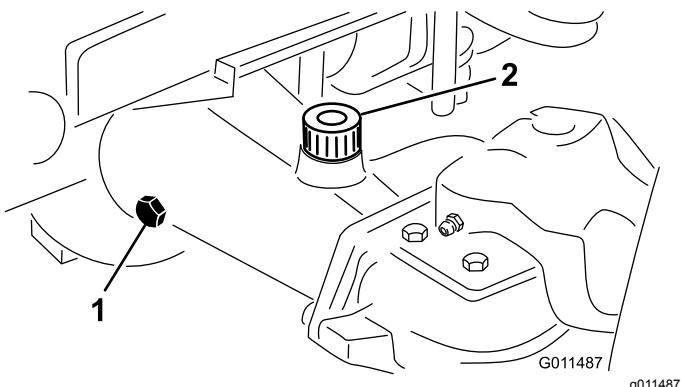

Figura 94
- Retire o tampão de verificação que se encontra na extremidade do eixo e certifique-se de que existe lubrificante até ao fundo do orifício (Figura 94).